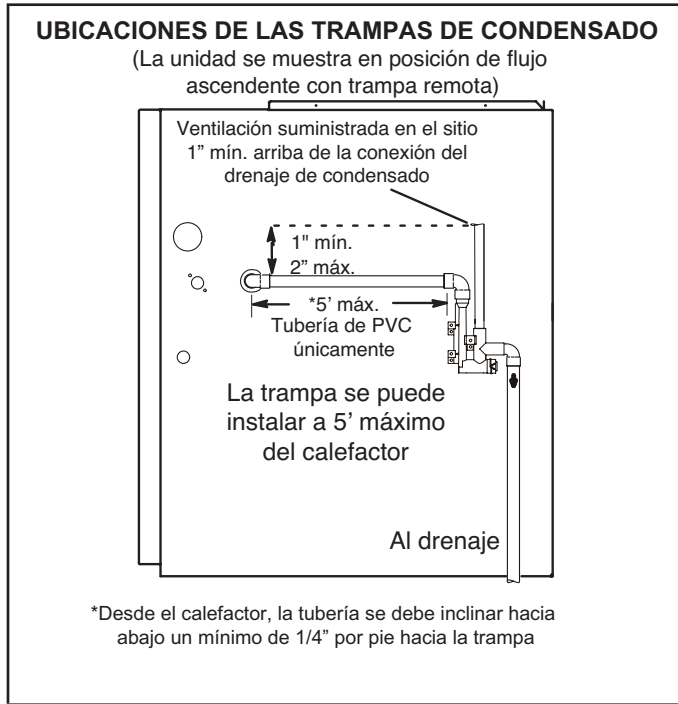
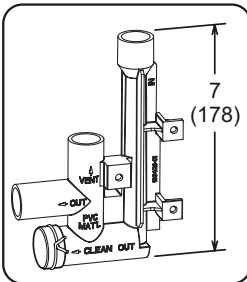

Figura 47
Figura 53
Esta unidad está diseñada para salida de la tubería de condensado a la derecha o a la izquierda en aplicaciones de flujo ascendente. En aplicaciones horizontales, la trampa de condensado se debe extender debajo de la unidad. Se requiere un espaciamiento de servicio de 8" para la trampa de condensado. Consultar la Figura 45 y la Figura 47 para las ubicaciones de las trampas de condensado. La Figura 53 muestra el ensamble de trampa usando PVC de 1/2" o PVC de 3/4".
- 3 - Instale la tapa sobre la abertura de limpieza en la base de la trampa. Sujétela con una abrazadera. Ver la Figura 53.
- 4 - Instale la trampa de drenaje con los accesorios de PVC apropiados y aplique pegamento a todas las uniones. Aplique pegamento a la trampa de drenaje proporcionada como se muestra en la Figura 53. Dirija la línea de condensado a un drenaje abierto. La línea de condensado debe mantener una inclinación hacia abajo de 1/4" desde el calefactor al drenaje.